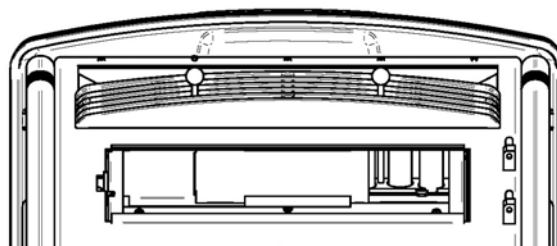

Figure 46
- Ouvrez la porte et enlevez le coupe-feu du poêle. Glissez les 2 parties mobiles, vers le centre (Figure 46) Fermez la porte.